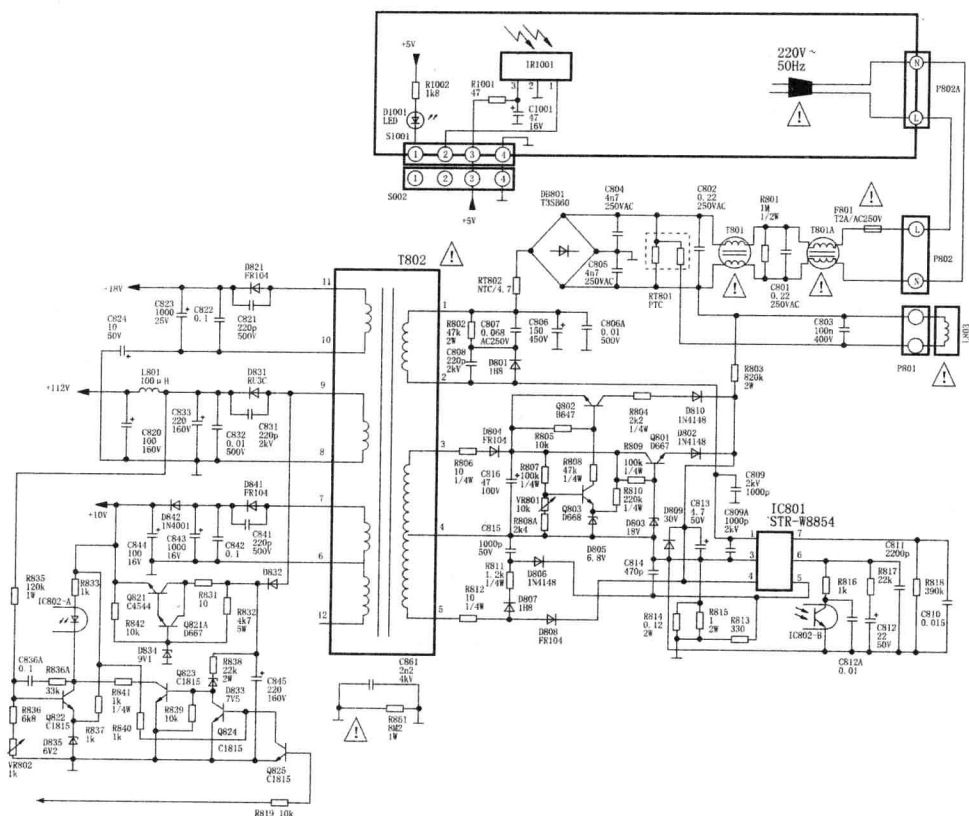

图 3-3 TCL 21189E 型彩电开关电源电路
工作原理 (图 3-3)交流 220V 电压经线路滤波、桥堆 DB801 整流、C806 滤波,形成 300V 直流电压。该电压经开关变压器 T802 的①—②初级绕组加到集成电路 IC801 (STR-W8854) 的①脚,为内部开关管的集电极提供工作电压。同时,220V 电压的一端经启动电阻 R803 为 IC801 的④脚提供启动电压。开关变压器 T802 的③脚输出脉冲电压经 D804 整流、C816 滤波,形成的直流电压经 Q801 稳压后从发射极输出,为 IC801 的④脚提供正反馈电压。开关变压器 T802 的⑤脚输出脉冲电压,经 D809 整流、C813 滤波形成直流电压,加到 IC801 的④脚,为内部电路提供工作电压。